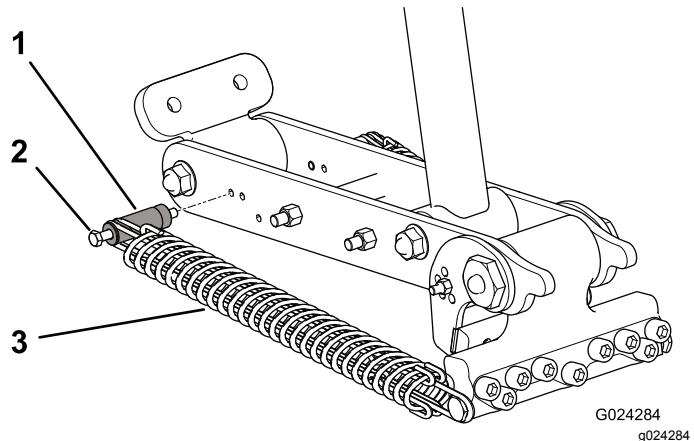
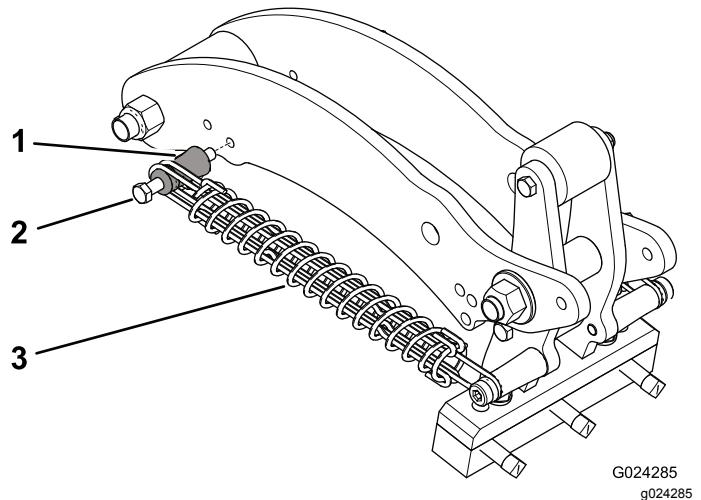

Figura 42
Figura 43
4. Retire a porca que prende o parafuso do poste de montagem da mola no braço de ligação (Figura 42 ou Figura 43).
5. Remova o parafuso do poste de montagem e o poste de montagem do braço de ligação e volte a inserir no outro orifício de ajuste (Figura 42 ou Figura 43).